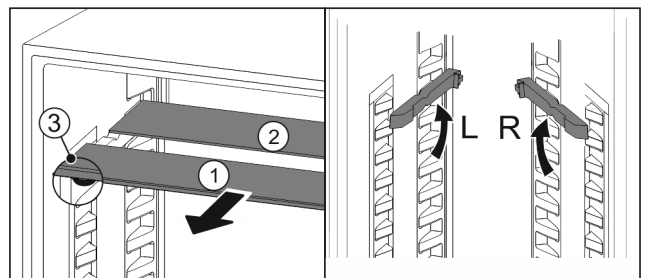

Fig. 52
- ▶ Extrageți Fig. 52 (1) pe rând plăcile de sticlă spre înainte.
- ▷ Placa de sticlă Fig. 52 (1) cu șipca decorativă se află în față.
- ▷ Opritoarele Fig. 52 (3) indică în jos.